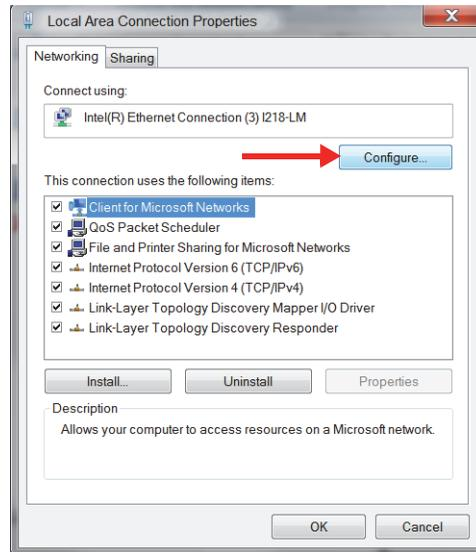

Figura 1-7 Selecionando Configurar
3. Na guia **Rede**, clique em **Configurar** (Figura 1-7 na página 30).